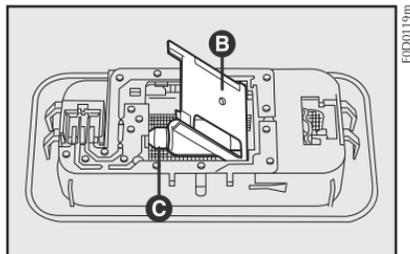

fig. 25
2) Retirar a tampa plástica **B-fig. 25** e substituir a lâmpada queimada **C**.